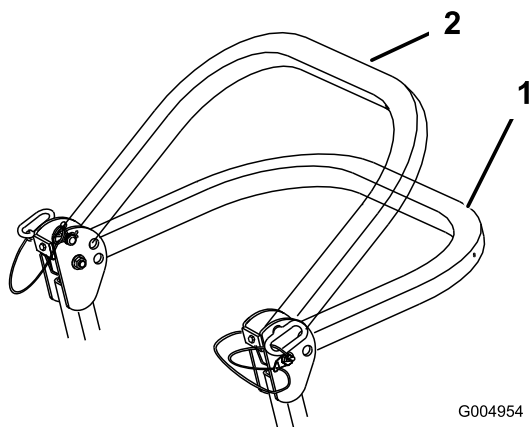

Figura 6
2. Ponga la barra anti-vuelco en la posición de bajada. Hay dos posiciones de bajada. Vea las posiciones en Figura 6.